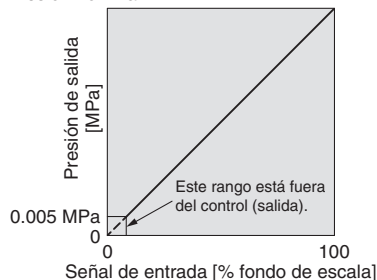

Fig. 1 Gráfico de características de entrada/salida
*1 Consulta la Fig. 1 para ver la relación entre la presión de regulación y la entrada. Dado que la presión de regulación máx. difiere para cada indicación de presión, consulta la pág. 58.